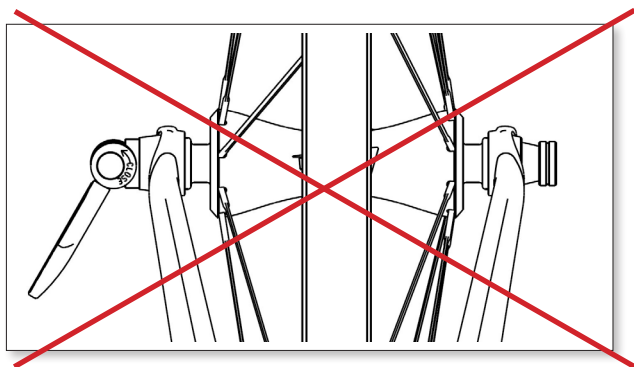
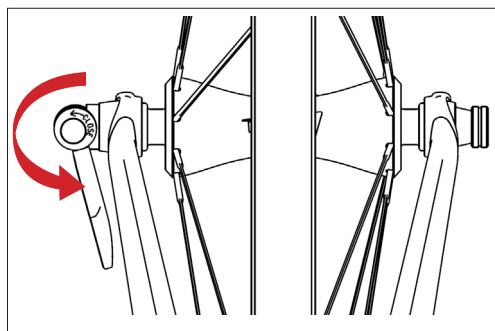

Figura 6
Figura 7
- Per contro, se si verifica che è impossibile chiudere completamente la leva (la **figura 7** mostra una leva chiusa correttamente e la **figura 6** mostra un dispositivo di bloccaggio non chiuso correttamente), ciò significa che la forza di chiusura è eccessiva: mettere la leva in posizione di apertura, svitare il dado di 1/8 di giro e chiudere la leva.